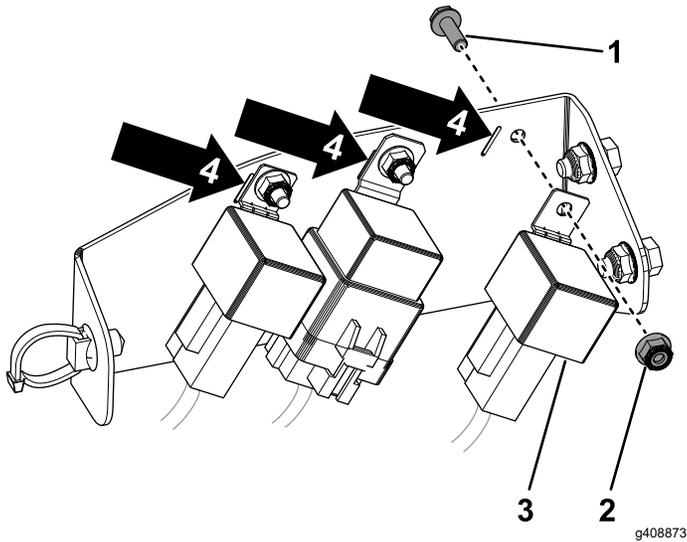

Figura 4
2. Instale los tres relés retirados en Retirada de los relés \(página 2\) en el soporte de relés con los herrajes que ha conservado (Figura 4).
Nota: Utilice las ranuras en el soporte de relés para orientar los relés (4 en la Figura 4).